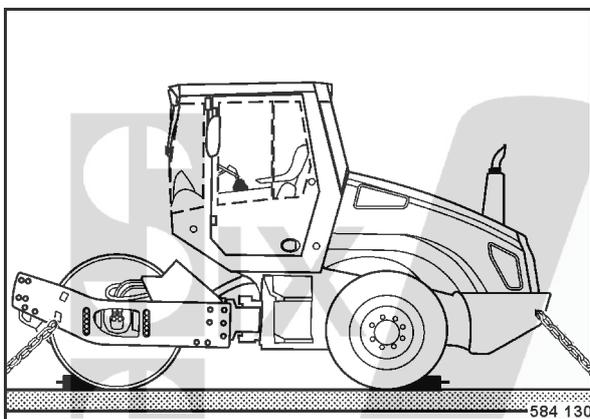

fig. 119
- Arrimer la machine sur le moyen de transport (fig. 119) par les quatre anneaux des châssis avant et arrière.